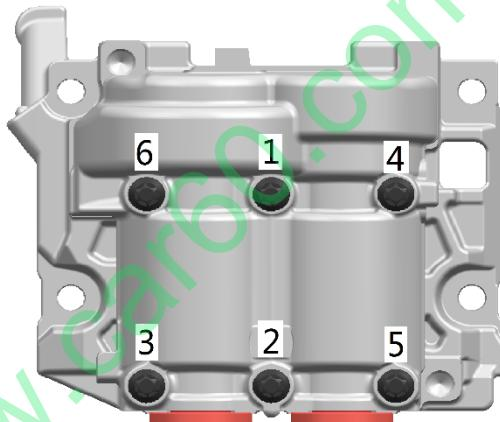

图 13.4
- 6、安装平衡轴盖，按图 13.4 所示顺序拧紧螺栓至规定力矩（见表 2.1）。